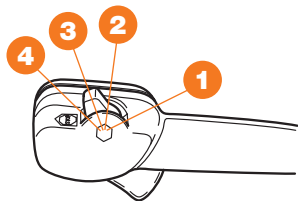

Рис. 7
Установите переключатель остановки в положение запуска ② около трети (Рис. 7).
- ① Полный газ.
- ② Около трети открыто.
- ③ Холостой ход.
- ④ Остановка.
- Установите требуемую скорость работы двигателя с помощью рычага дроссельной заслонки (Рис. 7).
- Двигатель останавливается перемещением переключателя остановки в положение «стоп» (Рис. 7).